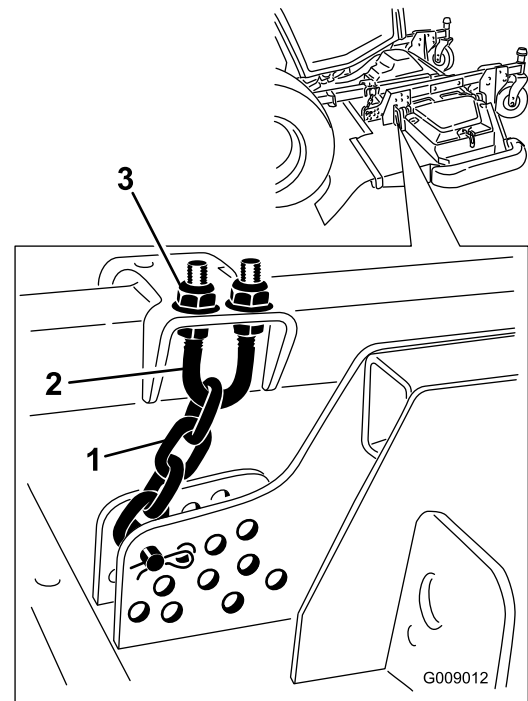

Figura 95
5. Afloje las contratuercas de la parte superior o inferior del perno en U de la cadena de altura de corte (Figura 95).